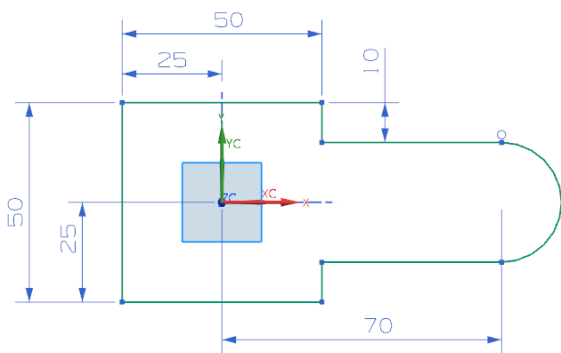

图 3-47 轮廓草图
(2) 单击“绘制截面”按钮, 选取 XC-YC 平面为草图绘制面, 绘制轮廓草图, 如图 3-47 所示。单击“完成”图标, 草图绘制完毕。